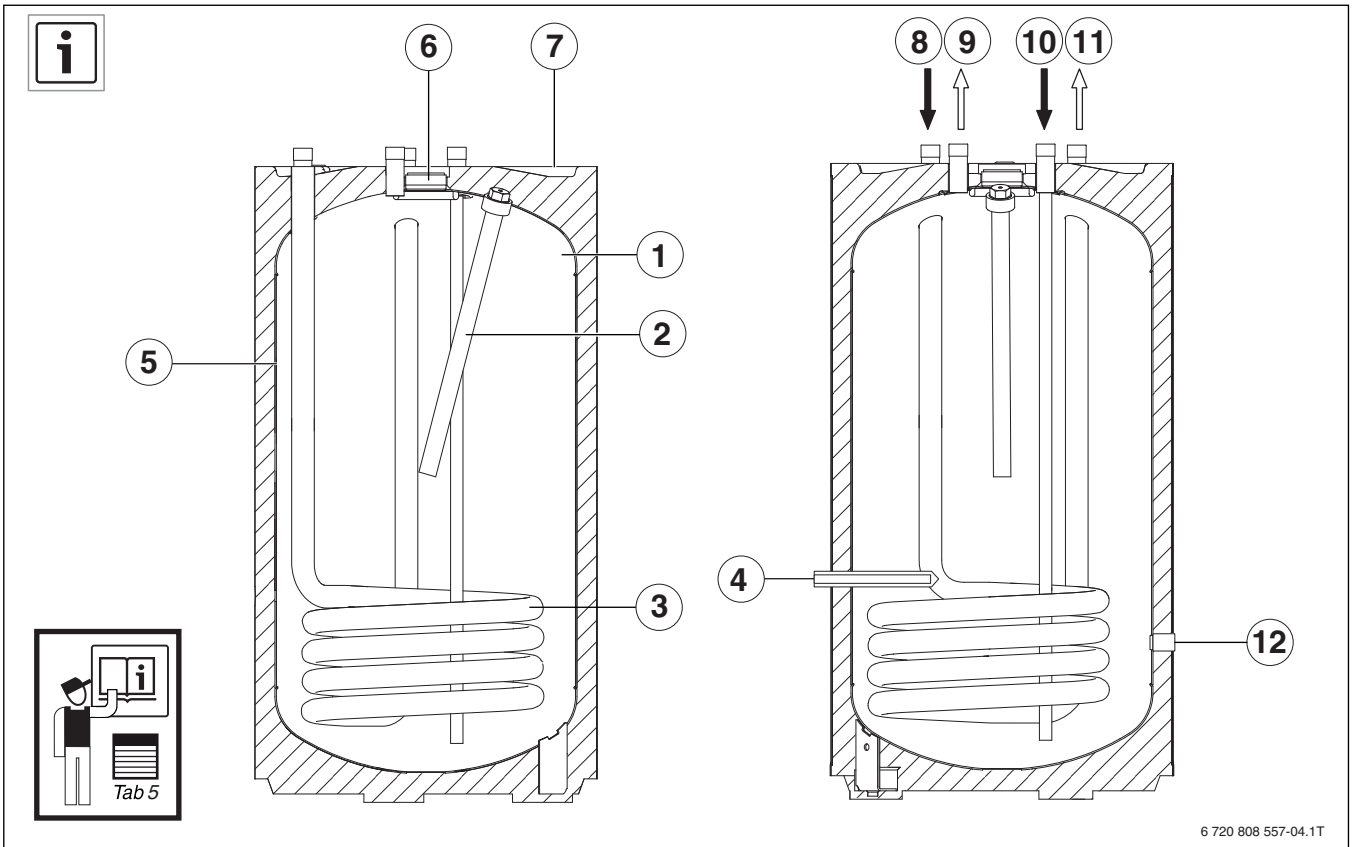

Fig. 3
- ▶ Чтобы не возникла коррозия, высушите бак внутри и оставьте открытым смотровой люк (→ рис. 3 [6], стр. 59).
- ▶ Откройте сливной кран (дополнительная комплектация) (→ рис. 3 [12], стр. 59).